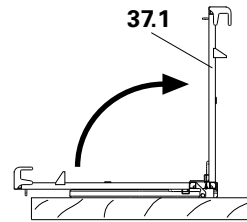

Fig. B2.18
1. Abatir la barandilla (37.1) y pivotar ambas barandillas laterales en 45° hacia adentro. Bloquean contra la plataforma. (Fig. B2.18)